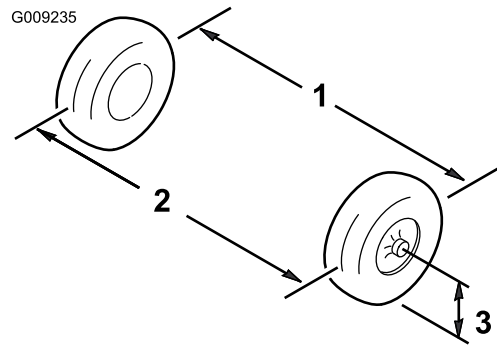

Bild 59
3. Messen Sie den Abstand zwischen beiden Vorderreifen auf Achshöhe (an der Vorder- und Rückseite der Vorderreifen) (Bild 59).